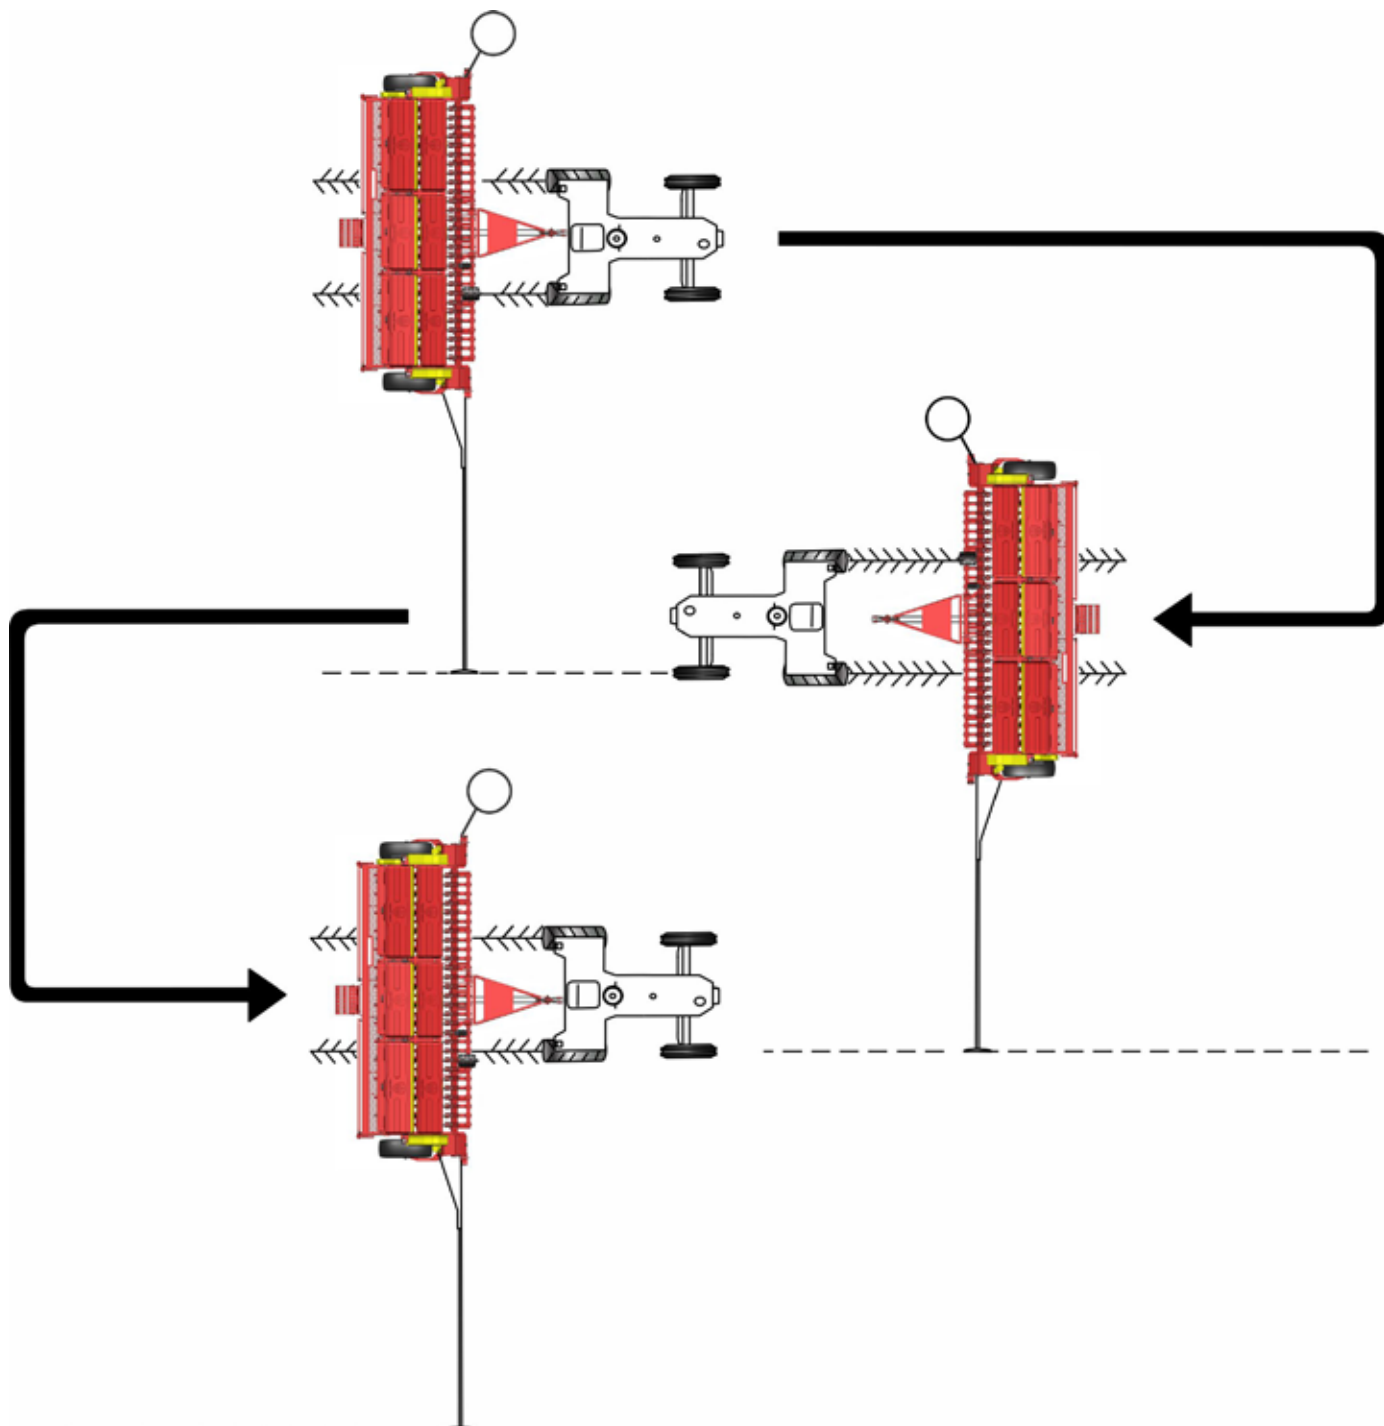

fig. 35
- **OPÇÃO 2:** Fazendo a marcação pelo pneu de fora, fig. 35. Esta opção de marcação somente deverá ser usada quando os espaçamentos exigirem, caso contrário usar sempre a opção 1 nos mais variados tipos de solo.